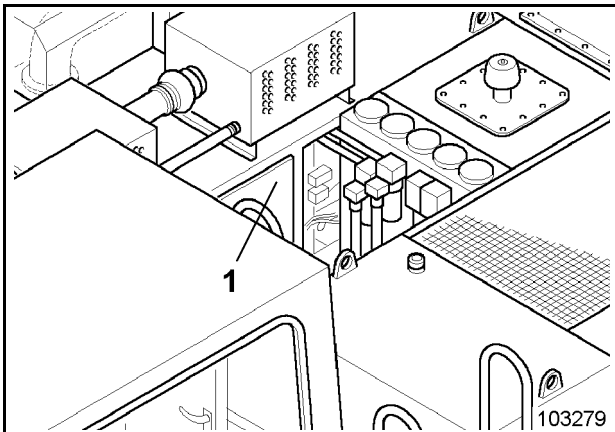

Fig. 3-37:
- Ouvrir la trappe 1 (Fig. 3-37:) pour avoir accès au filtre.